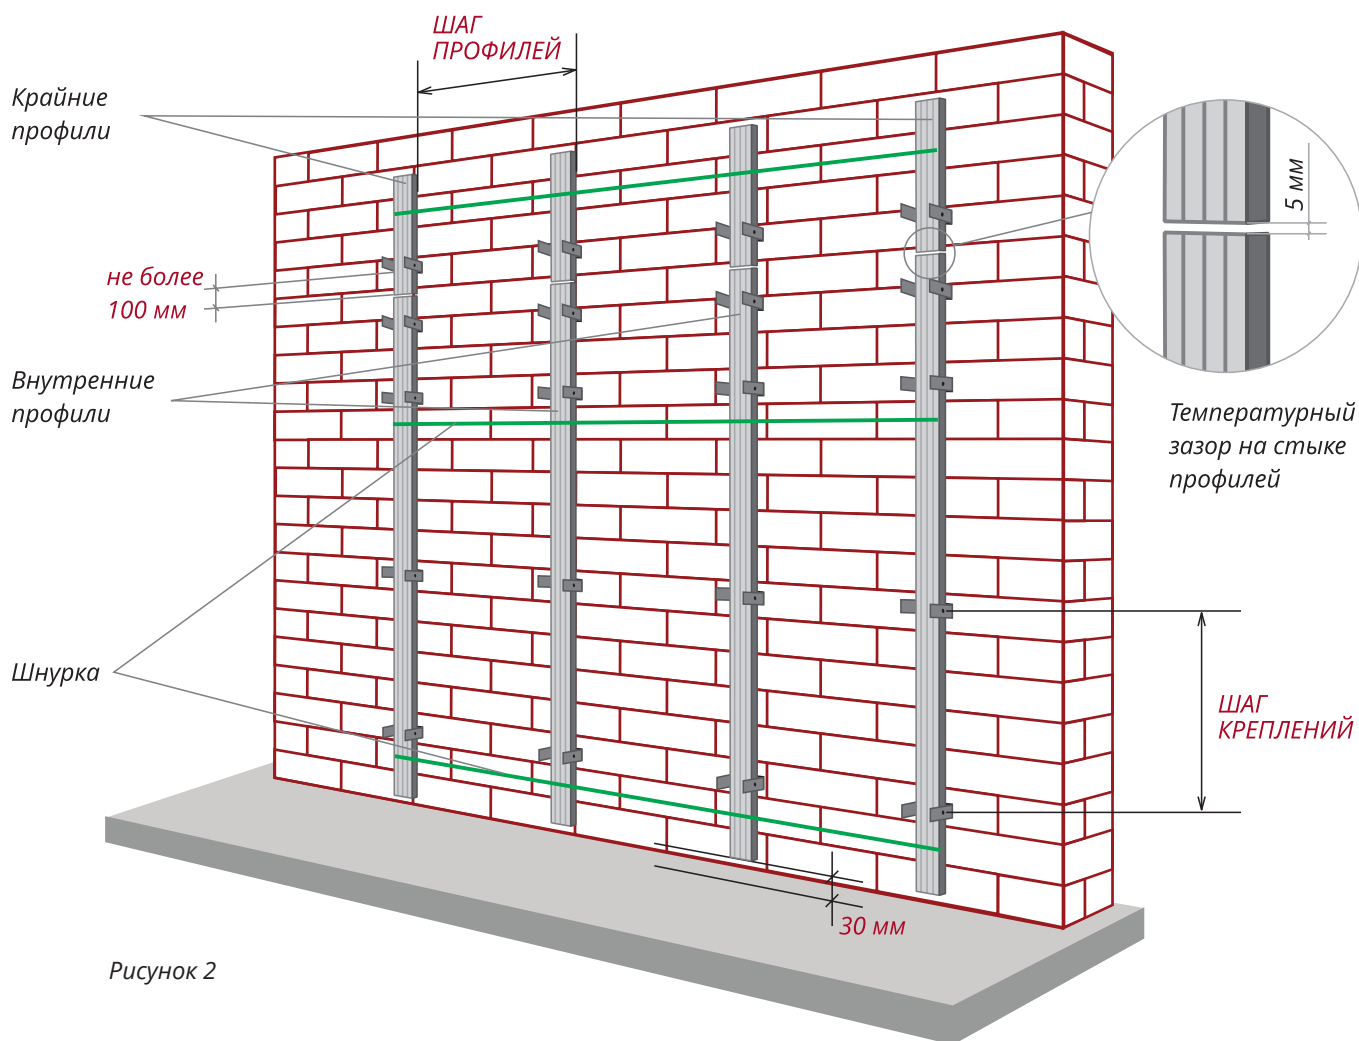

Рисунок 2
10. Саморезами ПШ закрепите к креплениям крайние профили фасада, используя уровень или отвес (Рисунок 2).